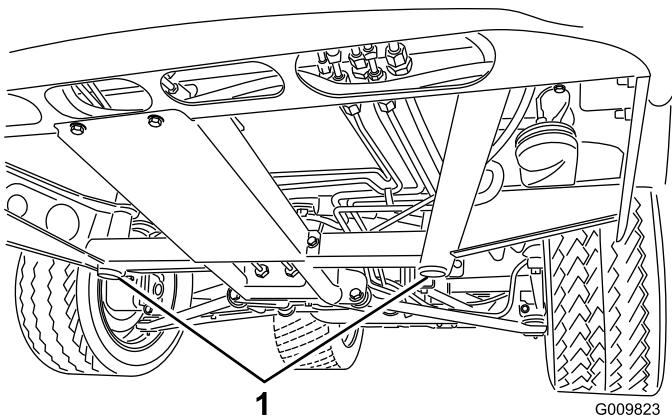
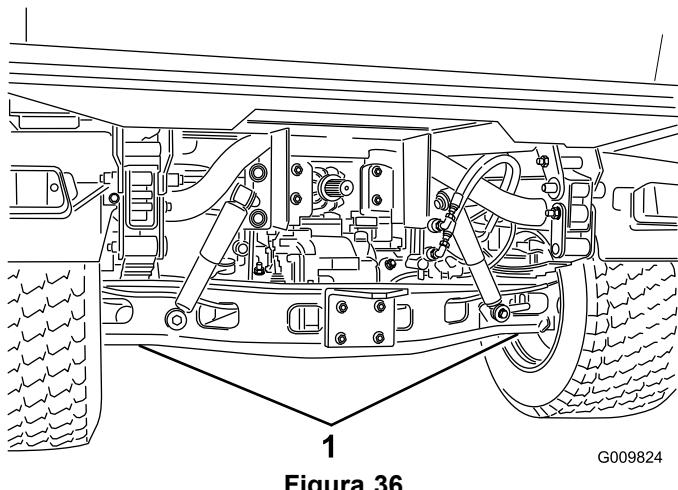

Figura 35
Figura 36
- O ponto de suspensão do macaco na parte dianteira da máquina fica situado por baixo do apoio central do chassis (Figura 35), e na traseira por baixo do eixo (Figura 36).